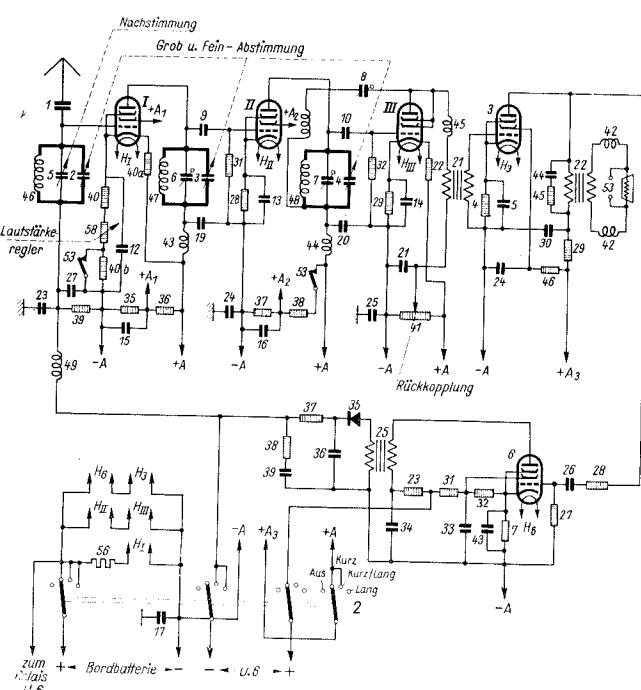

Abb. 10 Schaltplan zu Empfänger E. 6 KL, Kurz.
Wirkungsweise (vergl. Abb. 10 und 11): Zur Zubetriebsetzung nur des Kurzwellenteiles von Empfänger E. 6 KL ist der Wellenbereich-Schalter (2) am Empfängerschaltteil auf Stellung „Kurz“ zu schalten. Die Röhren erhalten dann Heizspannung aus der Bordbatterie sowie Anoden- und Hilfsspannungen aus dem durch ein Relais eingeschalteten Empfänger-Umformer U. 6.